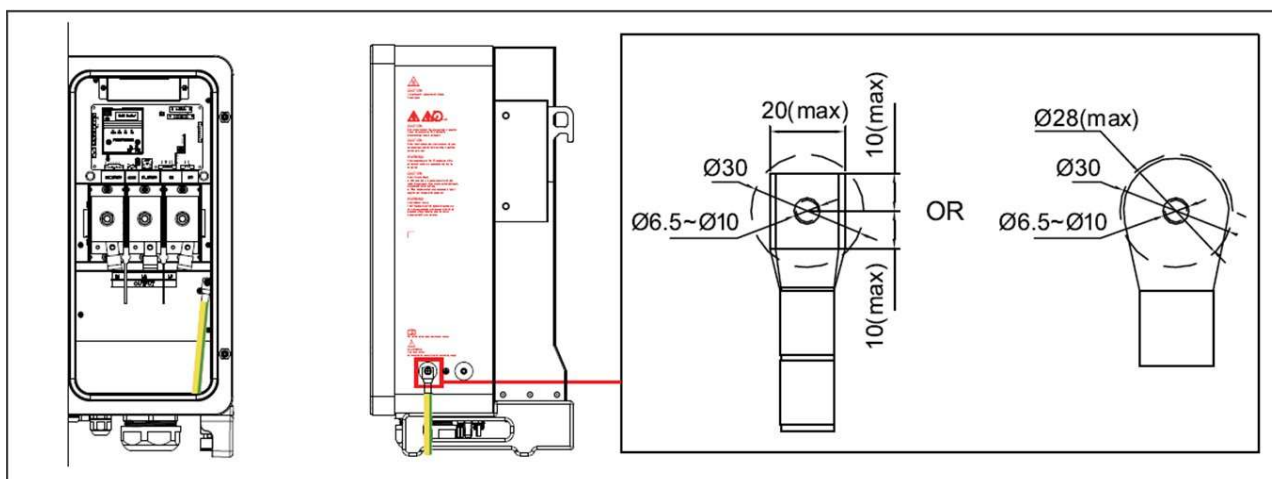

Figura 4-5 Métodos de conexión a tierra
- Conecte el polo de conexión a tierra interno situado en el lado derecho del terminal de CA, como se muestra en la Figura 4-5 de la izquierda.
- Conecte el polo de conexión a tierra externo situado en la parte inferior de la máquina, junto al puerto CA, como se muestra en la figura 4-5 de la derecha.